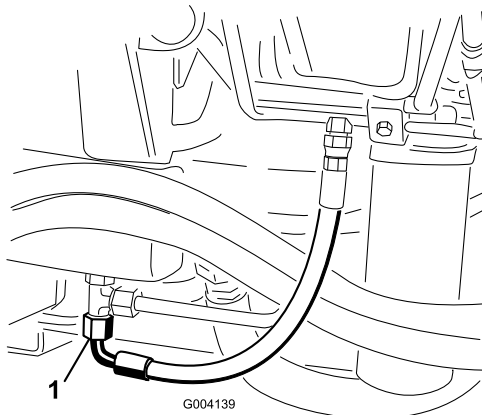

Figura 76
2. Coloque un recipiente grande debajo del acoplamiento en T situado en la parte inferior del depósito de aceite hidráulico (Figura 76).